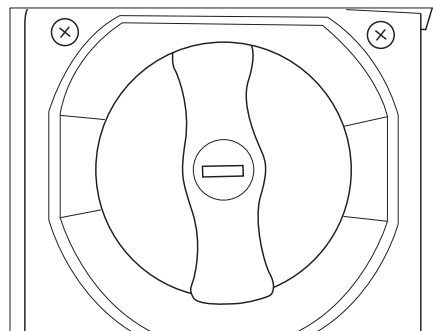

Figura 73 Orificio de llenado del depósito de agua potable
- Figura 73 Llenar el depósito de agua potable con una manguera o un bidón adecuado a través del orificio de llenado (). El depósito de agua potable está provisto de un rebosadero. Cuando el depósito está lleno, el exceso de agua pasa por encima de este, debajo del vehículo al aire libre.